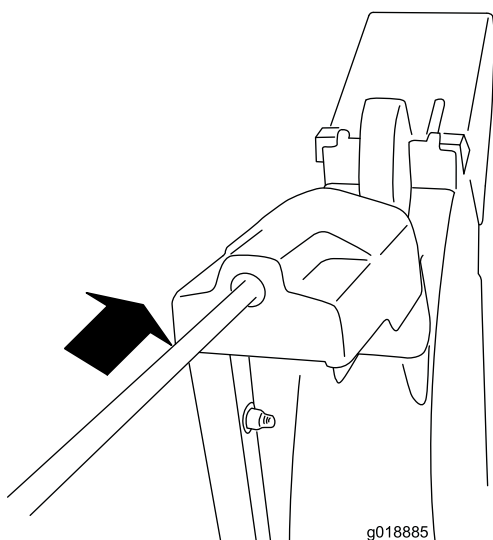

Figure 10
4. Insérez l'avant de la tige dans l'ouverture au dos du couvercle du secteur denté de l'éjecteur jusqu'à ce qu'il glisse dans le secteur denté (Figure 10).